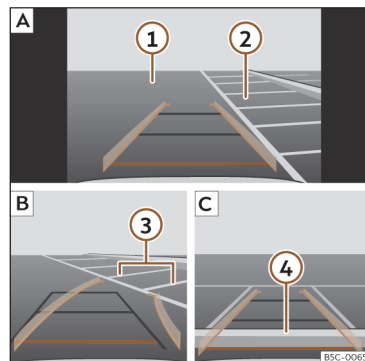

Fig. 162 Visualização no ecrã do sistema infotainment: estacionar com o assistente de marcha-atrás.
Legenda da >>> **Fig. 162:**
• Posicione o veículo à frente do lugar de estacionamento >>> **Fig. 162** **2** **A**.